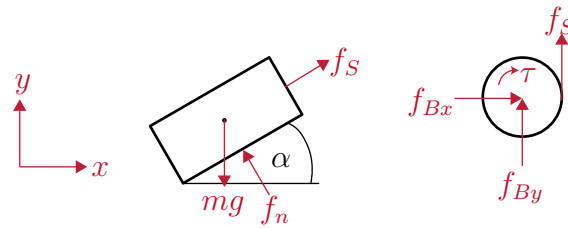

Abbildung 7: Freischnitt Bsp. 3.
a) Schnittskizze: siehe Abbildung 7